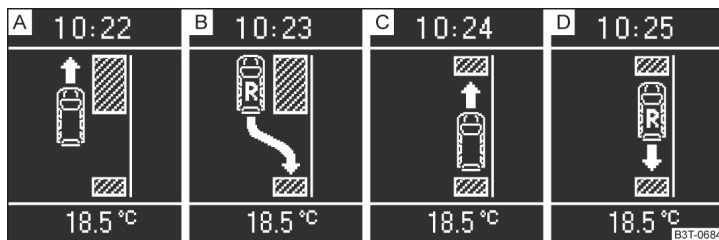

Fig. 150 Visualización en pantalla
Cuando el sistema ha reconocido una plaza de aparcamiento adecuada, esta se muestra en la pantalla » fig. 150 - [A].
- Avance hasta que se reproduzca el aviso en la pantalla » fig. 150 - [B].
- Si en la pantalla parpadea la flecha hacia delante » fig. 150 - [C], ponga la primera marcha o coloque la palanca selectora en la posición **D**.
- Si en la pantalla parpadea la flecha hacia atrás » fig. 150 - , conecte nuevamente la marcha atrás o coloque la palanca selectora en la posición **R**.